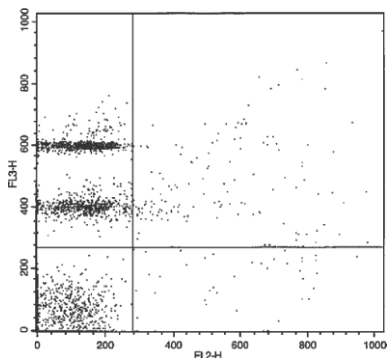

Figura 2. Exemplo de gráfico de pontos (dot-plot) FL2 x. FL3
- (1) Executar um teste FlowDSA-XM com um soro controle negativo e um soro controle positivo de Classe I.
- (2) Ajuste as voltagens FL2 e FL3 para colocar a população de beads negativos HLA-I no quadrante inferior esquerdo do gráfico FL2 x FL3 (Figura 2).
- (1) Utilizando o soro controle negativo, ajustar FL2-% FL3 de modo que as beads HLA-IIb estejam alinhadas ao longo do eixo FL2 com as beads HLA-I (Figura 2).